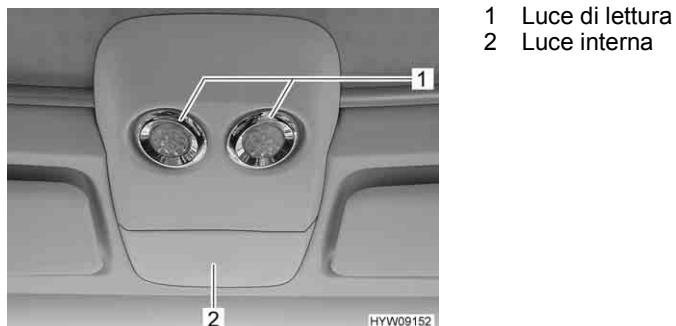

Fig. 72 Luci (cabina di guida)
La luce interna (Fig. 72,2) si accende automaticamente all'apertura tramite chiave o all'apertura di una delle porte del veicolo.
La luce interna (Fig. 72,2) si spegne automaticamente qualche secondo dopo la chiusura di tutte le porte, dopo la chiusura tramite chiave oppure dopo l'accensione del veicolo.
- Toccare una luce di lettura (Fig. 72,1). La luce di lettura è accesa.